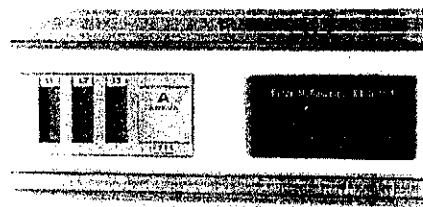

Fig. 27
- Indicateurs à l'intérieur de la niche de l'appareil (voir figure 27). Les phases L1, L2, L3 sont indiquées séparément.